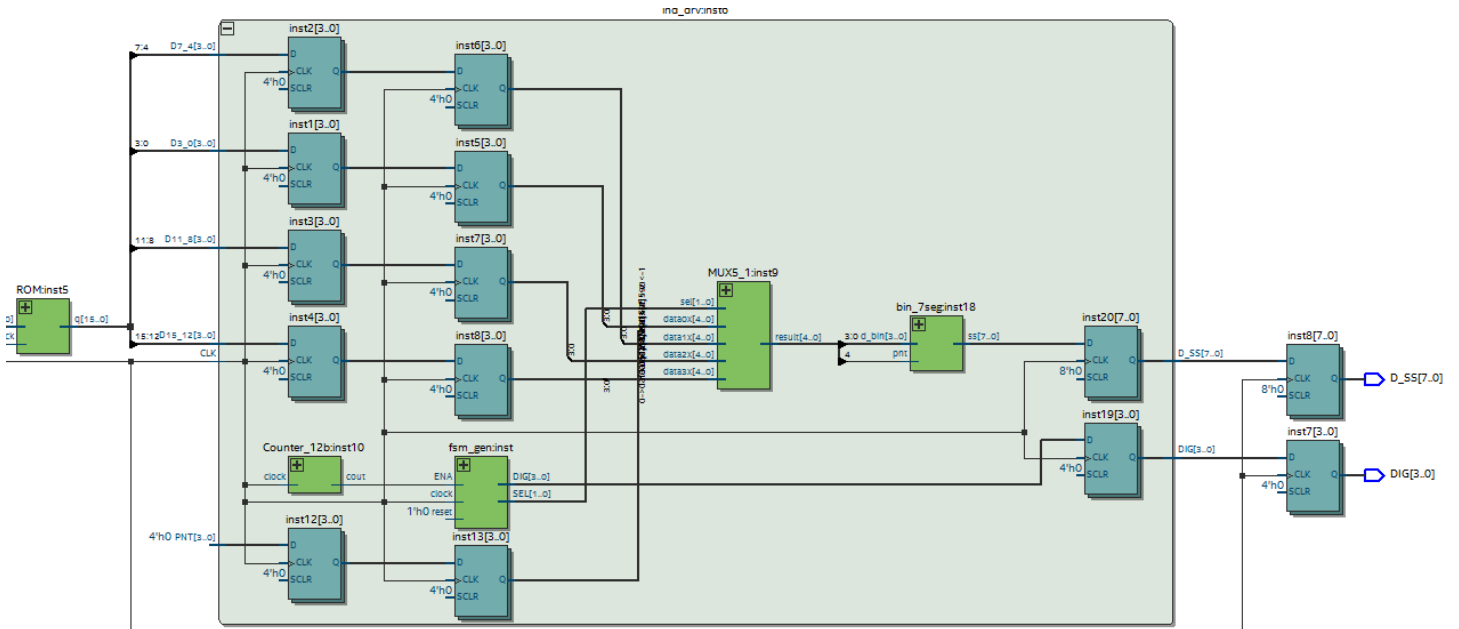
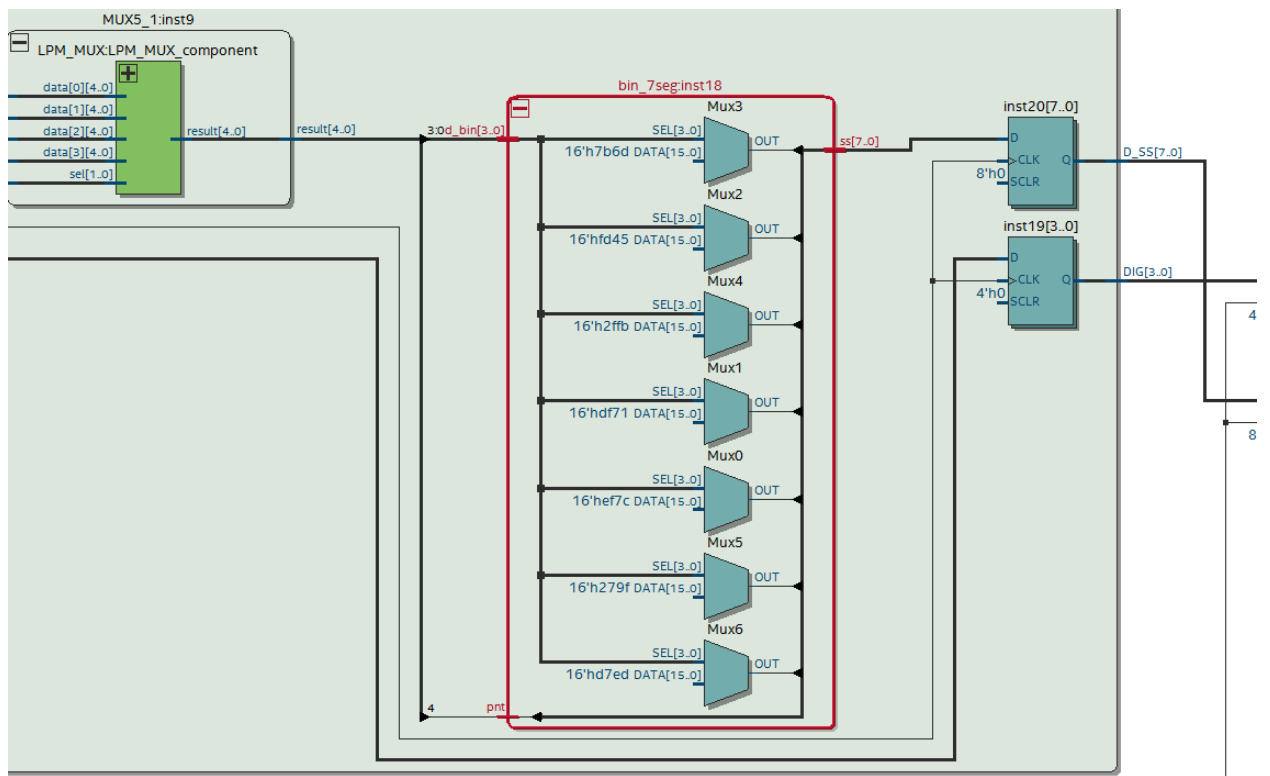
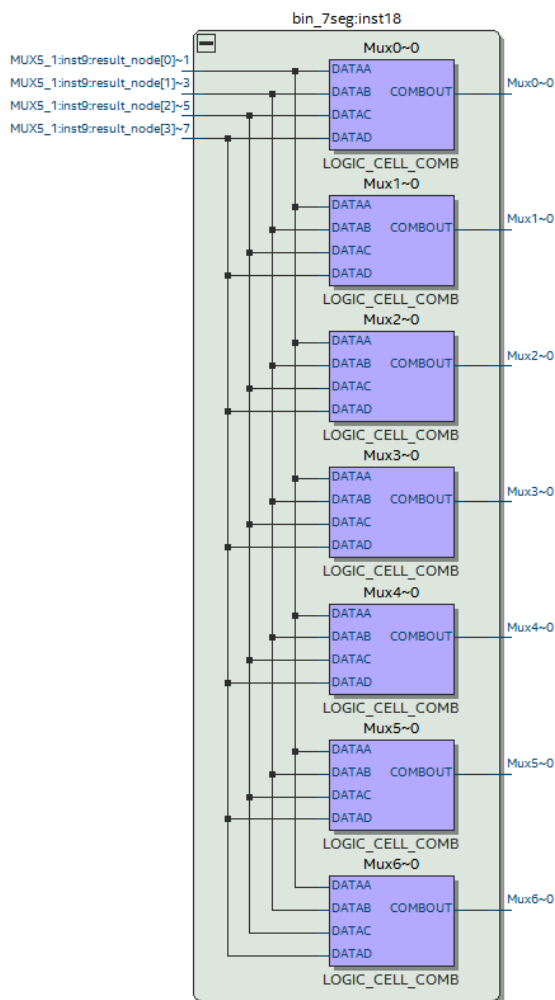

Рис. 42 Просмотр внутренней структуры компонента `ind_drv` в окне RTL viewer
Рис. 43 Реализация компонента `bin_7seg` на элементарном уровне в окне RTL viewer
Рис. 49 Реализация компонента **bin\_7seg** на элементарном уровне в окне Technology Map Viewer
9.3. Управляя кнопкой «+» на символах компонентов можно посмотреть их внутренне содержание (рис. 42). Таким образом, можно просмотреть любой элемент схемы до самого нижнего уровня иерархии. Посмотрите, например, внутреннюю структуру символа **bin\_7seg** в компоненте **ind\_drv** до самого нижнего уровня реализации (рис.43).
9.7. Откройте нижний уровень детализации **bin\_7seg** в компоненте **ind\_drv** (рис. 43) и с помощью перекрестной ссылки перейдите в **Technology Map Viewer (Post-Mapping)**. Откроется окно **Technology Map Viewer** с реализацией компонента **bin\_7seg** в базе ПЛИС (на логических ячейках) (рис. 49). Сравните с представлением в **RTL Viewer**, сохраните оба скриншота для отчета.